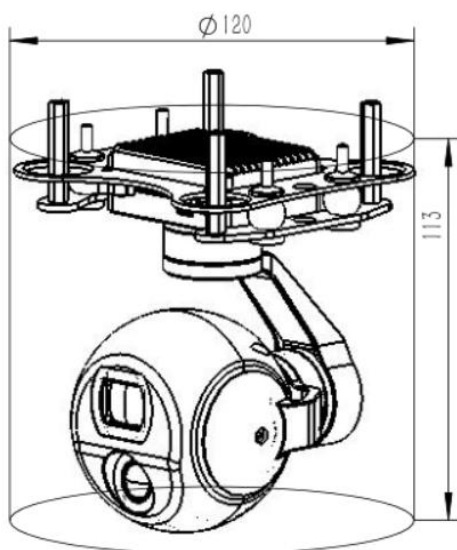

图 1-1-1 双光一体云台结构
DHU05G609 是一款集成可见光 5 倍变焦相机、640\*512 热成像模块、高精度三轴增稳吊舱的定焦双光小吊舱，采用网络 IP、HDMI 双输出，具有稳定性高、体积小、重量轻、功耗低的特点；可见光相机采用有效像素 400 万的 SENSOR；热成像采用 640x512 分辨率氧化钒探测器。系统支持网络 RTSP 码流输出，支持多种画中画模式，多种伪彩显示，支持全局测温功能。串口①、S.BUS 与网络均可对相机及云台进行控制，支持本地 TF 双路录像拍照。支持 9 倍数字变焦。此款热成像镜头焦距为 9.1mm。云台结构如图 1-1-1 所示：